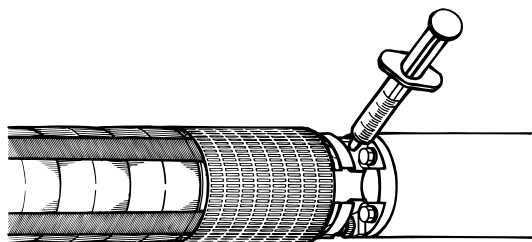

Fig. 7 Poziția ventilului de umplere
2. Apăsăți seringă de umplere pe ventil și injectați lichidul. Vezi fig. 7. Dacă conul ventilului este apăsat prea mult, se poate deteriora cauzând scurgeri la ventil.